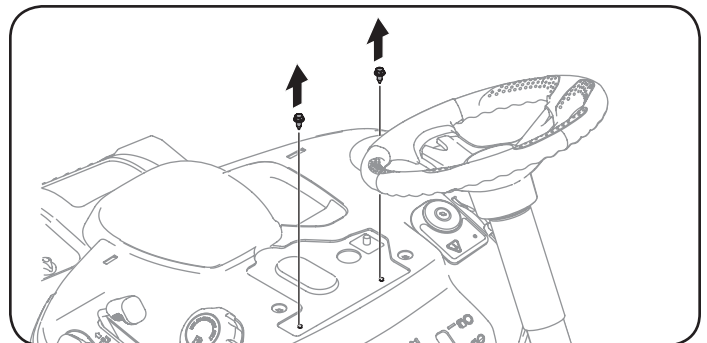

Figura 6
2. Extraiga los dos tornillos autorroscantes instalados en fábrica en el tractor. Vea la Figura 6.